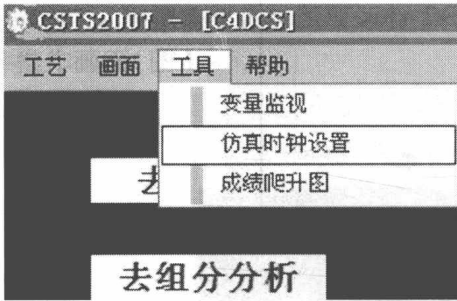

图 1-11 工具菜单
(3) 工具菜单(图 1-11)：工具菜单可以用来对变量监视、仿真时钟进行设置。